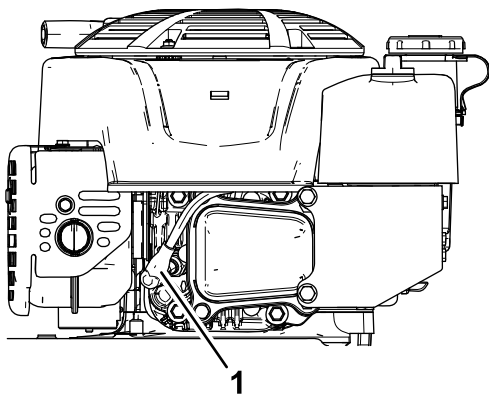

Figura 30
2. Scollegate il cappello dalla candela (Figura 30).